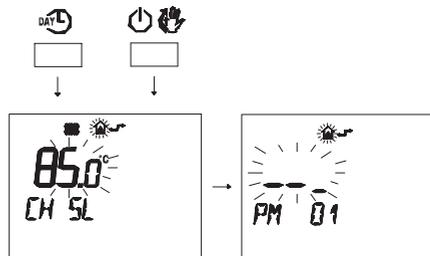

Figura 5.43
- Pulse simultáneamente los botones **DAYL** y **ON/OFF** para entrar en la modalidad de programación transparente (Figura 5.43).